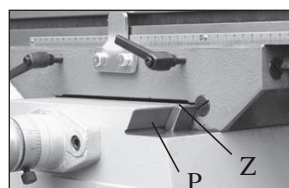

Bild 12
Maskinen er utstyrt med en justering (Fig.12) for å kompensere for slitasje og for stort mellomrom ved tverr- og lengdebevegelse.
1. Justere kileremmen ved å vri skruen Z (Fig.12) med en stor skrutrek hvis mellomrommet er for stort. Om kileremmen (Fig.12) er for hardt dratt til kan du løsne skruen Z (Fig.12) ved å vri den moturs.